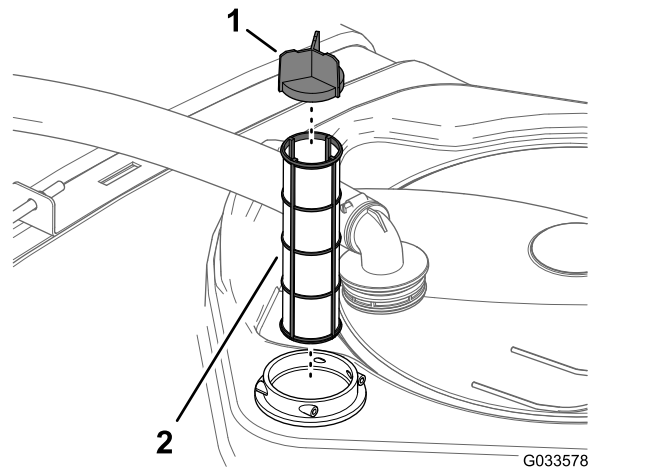

**Figure 86**
2. En la parte superior del depósito de fumigación, retire la horquilla de retención que sujeta el acoplamiento que está conectado a la manguera grande y al alojamiento del filtro (Figure 86).
3. Retire la manguera y el acoplamiento del alojamiento del filtro (Figure 86).